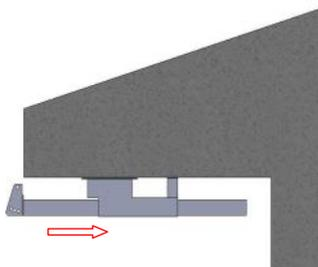

fig. 5
- Procedere con l'inserimento della parte inferiore del montante facendolo scorrere fino alla posizione più vicina possibile al manufatto; stringere quindi la vite ad aletta in dotazione, presente sul tubo della piastra scorrevole, all'interno del foro in corrispondenza della posizione corretta (fig. 5 a pag. 9);